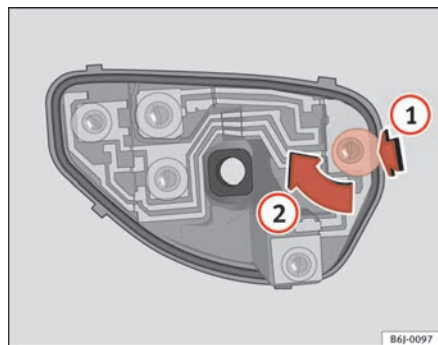

Fig. 157 Substituição das lâmpadas luzes traseiras
- Uma vez retirado o porta-lâmpadas, pressione no sentido da seta **(1)** e rode em simultâneo no sentido da seta **(2)** ⇒ fig. 157. ■